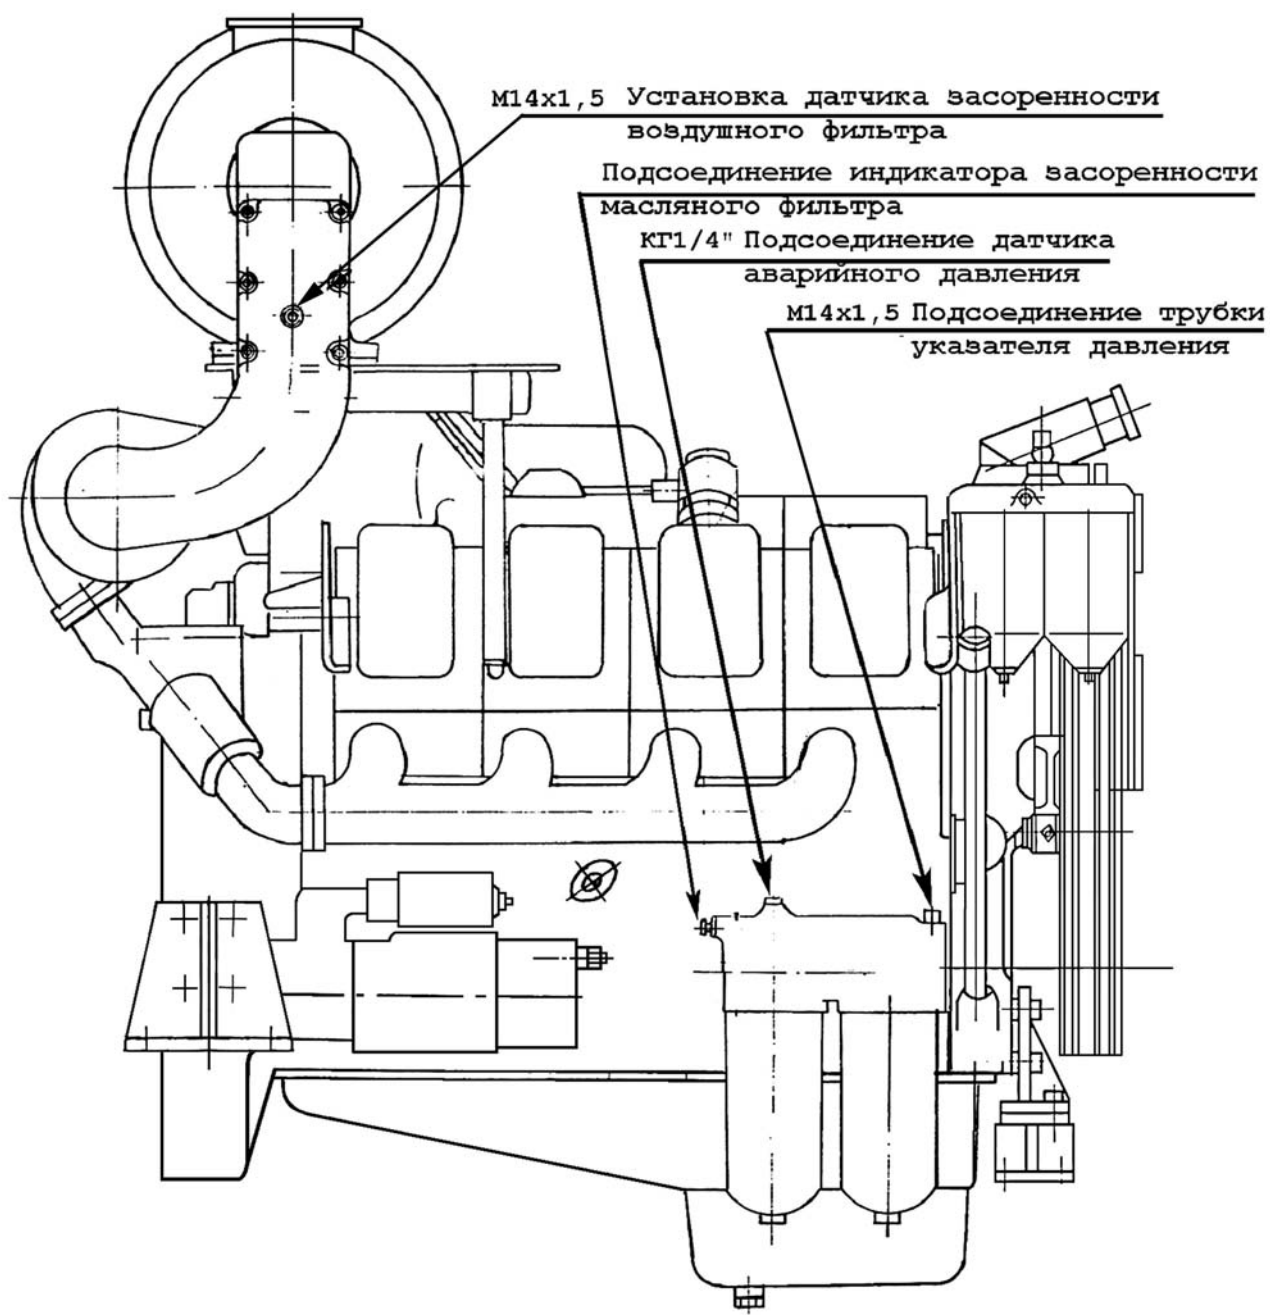

Рисунок 13 – Установка датчиков
- 21) На масляный фильтр устанавливаем трубку указателя давления и подсоединяем ее в систему (см. Рисунок 13).